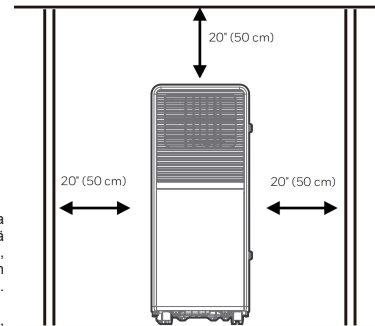

Fig. 4
- Un aire acondicionado portátil debe instalarse en un lugar libre y sin obstrucciones. No bloquee la salida de aire, y la distancia mínima requerida alrededor del dispositivo debe ser de al menos 50 cm. (Ver Fig. 4)
- Een draagbaar airconditioningsapparaat moet op een vrije en ongehinderd plaats worden geïnstalleerd. Blokkeer de luchtuitlaat niet, en de vereiste afstand rond het apparaat moet minstens 50 cm zijn. (Zie fig. 4)